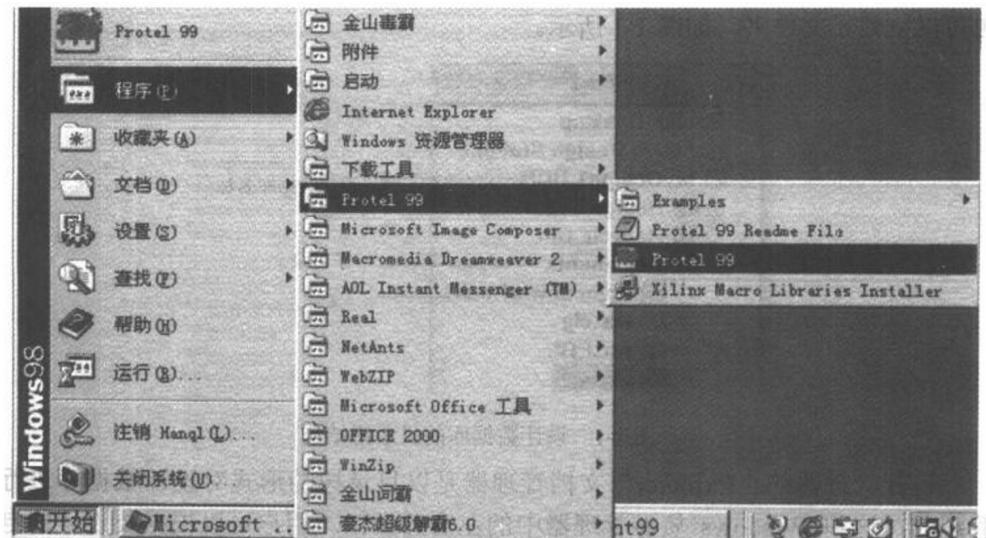

图 1-3 单击“Protel 99”菜单组中“Protel 99”菜单项进行启动
在调出的“开始”菜单中将鼠标指针移到“程序 (P)”菜单项，停留片刻在调出的“Protel 99”菜单组中单击“Protel 99”菜单项进行启动，如图 1-3 所示。